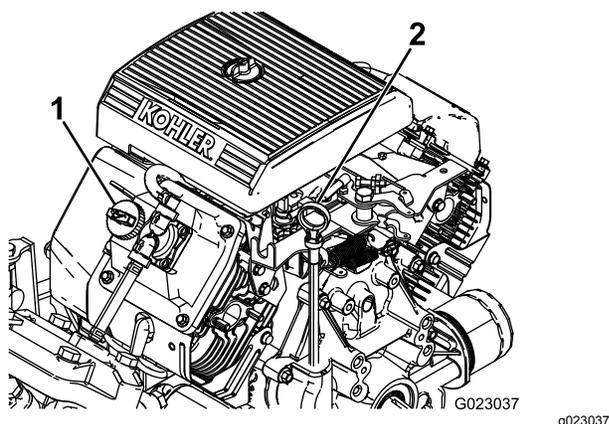

図 11
2. ディップスティックを抜ききれいなウェスで一度拭く 図 11。
4. 油量が少なければバルブカバー 図 11 の上についている補給口を開け、ディップスティックの FULL マークまでオイルを補給する。オイルの種類や粘度の選択については参照 エンジンオイルについて \(ページ 45\) 補給するときはディップスティックで確認しながら少量ずつ入れる入れすぎないように注意してください